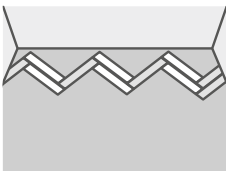

Рисунок 12
- 11.17 Продолжить укладку слева направо и установить все планки А в этом ряду (см. Рисунок 12). Завершить ряд, используя нарезанную по размеру завершающую планку (см. п.11.13).